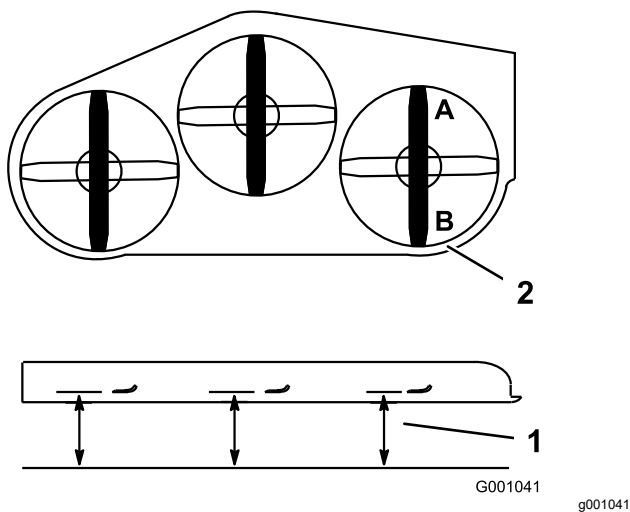

Figura 112
1. Disponete la lama **destra** in posizione longitudinale rispetto alla macchina (Figura 112).
2. Misurate la lama destra al punto **A** da una superficie piana fino al tagliente della punta della lama (Figura 112).
4. Misurate la lama destra al punto **B** da una superficie piana fino al tagliente della punta della lama (Figura 112).
6. La lama del tosaerba deve essere da 6 a 10 mm più bassa al punto **A** rispetto al punto **B** (Figura 112). In caso contrario eseguite la seguente operazione.